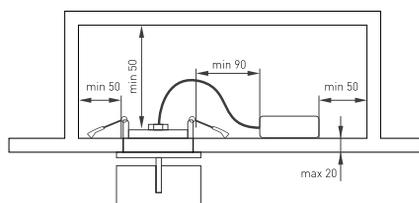

Рис. 3. Установка светильника в нишу
- Подготовьте монтажное отверстие и установите в него светильник (см. рис. 3).